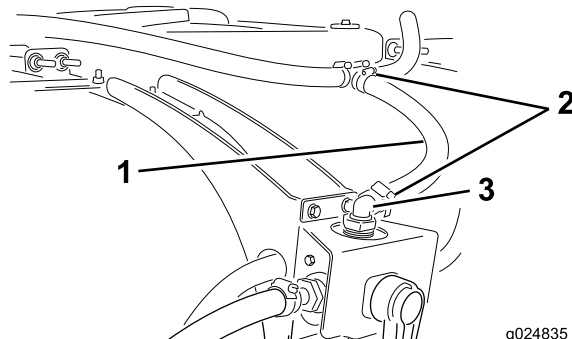

図 30
3. 先ほど取り付けたT字フィッティングの開放端に、ホースを接続する (図 30)。